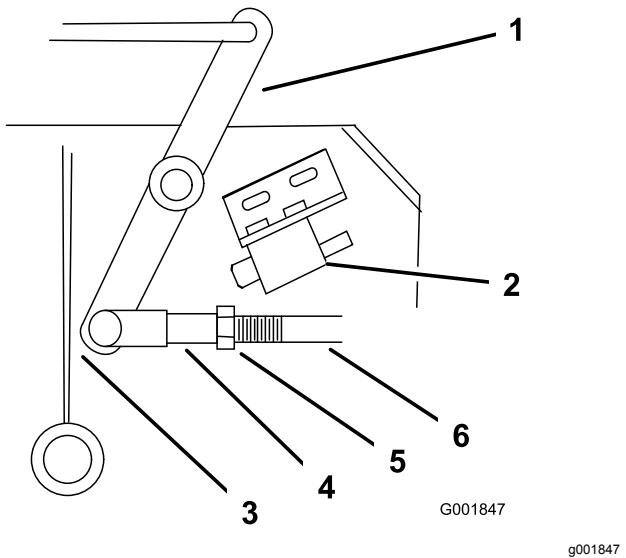

Figure 49
4. Ajustez la longueur de la tringlerie de sorte que l'extrémité la plus basse du levier coudé passe juste le renfort de support de l'essieu (Figure 49).
9. Desserez l'écrou contre la chape (Figure 49).